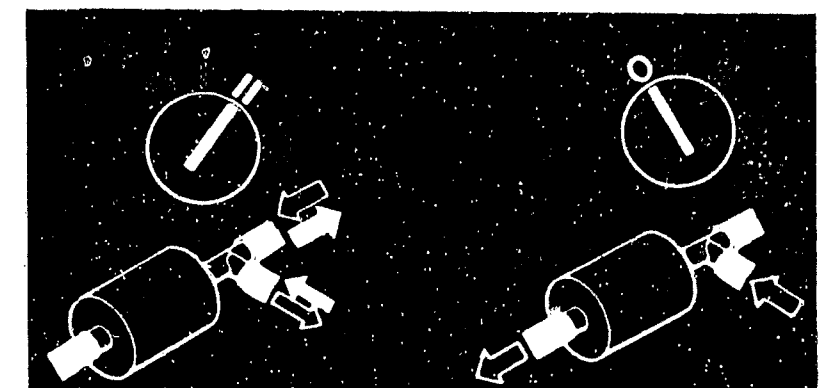

Bild 43 Vergaser Pierburg 2 B 5: Zur Kontrolle des Umschaltventils der Schwimmerkammerbelüftung ist bei ein- und ausgeschalteter Zündung Luft durchzublasen.
b) Die **Schwimmerkammerbelüftung** wird ausserhalb des Vergasers mit einem Magnetventil umgeschaltet (Bild 43). Lockere Anschlüsse oder defekte Leitungen können Leerlaufschwankungen, einen falschen CO-Gehalt und erhöhten Benzinverbrauch bewirken. Der bis zum Getriebeträger geführte Entlüftungsschlauch darf unterwegs weder geknickt noch verschlungen sein und das freie Schlauchende muss nach unten zeigen.